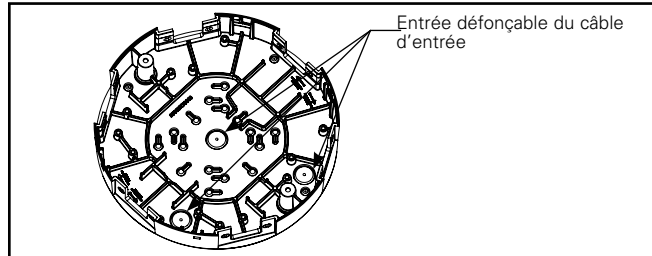

Figure 1.
1. Brisez ou percez l'entrée défonçable du câble d'entrée dans le couvercle supérieur du concentrateur au besoin, qui correspond généralement à l'emplacement central (figure 1).